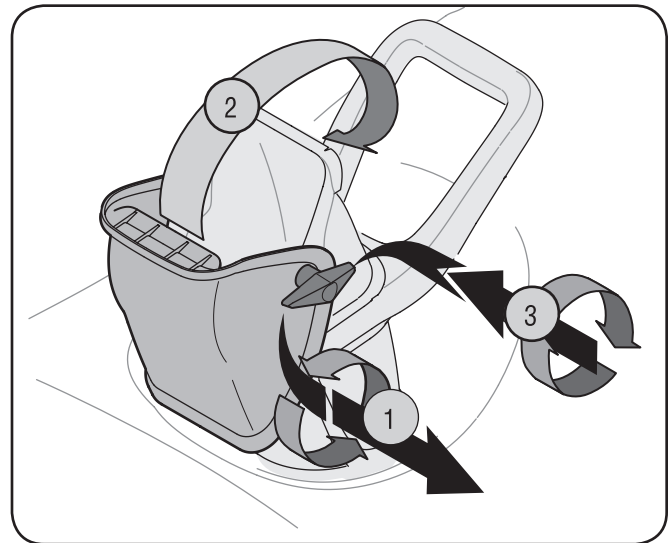

Figura 3-2
1. Saque la perilla a mariposa, la arandela plana y el bulón del carro del canal inferior. Vea la Figura 3-2.